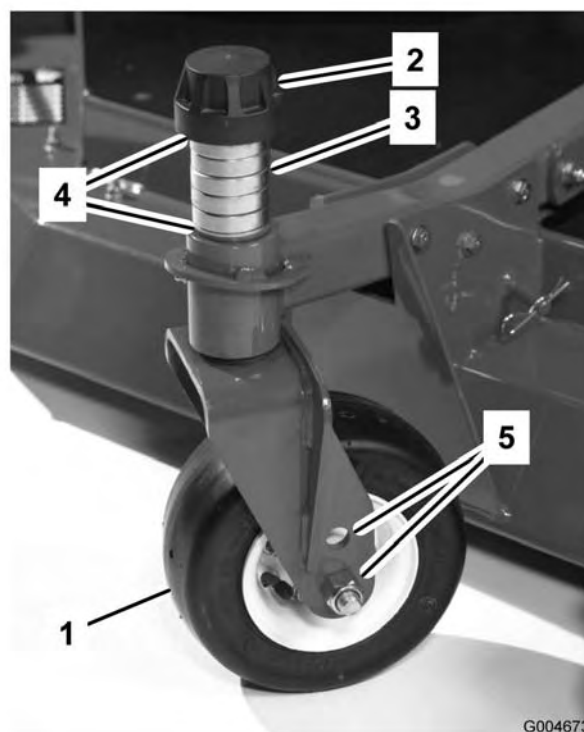

Figura 87
1. Togliete il cappuccio di tensione dall'asse del perno ed estraete il perno dal braccio della ruota orientabile (Figura 87). Riposizionate